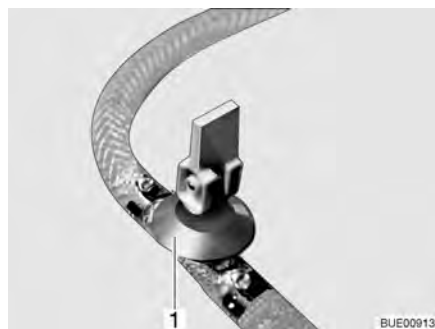
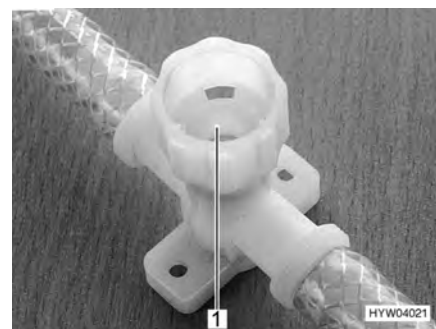

Fig. 171 Robinet de vidange (avec levier à bascule)
Fig. 172 Robinet de vidange (avec capuchon tournant)
- Fermer tous les robinets de vidange. Placer pour ce faire le levier à bascule (Fig. 171,1) à l'horizontale ou faire tourner le capuchon du robinet de vidange (Fig. 172,1) dans le sens des aiguilles d'une montre.